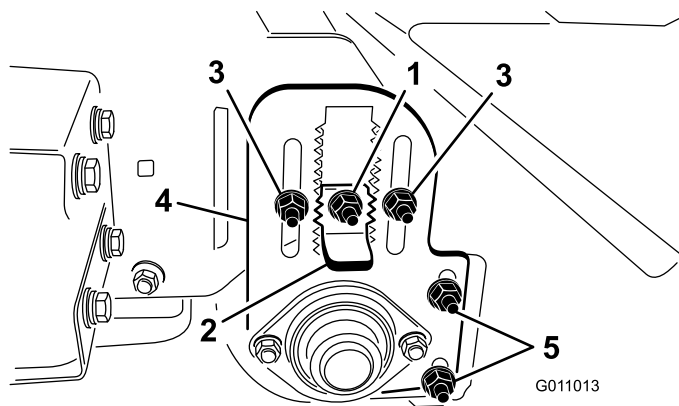

図 18
3. 高さ調整キー（図 18）についているロックナットをゆるめて、キーを 15 mm 程度引き出せるようにする。
4. ローラの高さ調整のロックナットをゆるめる (図 18)。
5. 高さ調整キーを引き出し、ローラの高さ調整プレートを動かして後ローラを適当な高さに調整する (図 18)
ローラ・スクレーパ (図 18) は、スクレーパとローラとの間に 1.5 mm の隙間ができるように調整してください。ローラ・スクレーパの高さ調整ナットをゆるめ、ローラの高さを決めてナットで固定します。